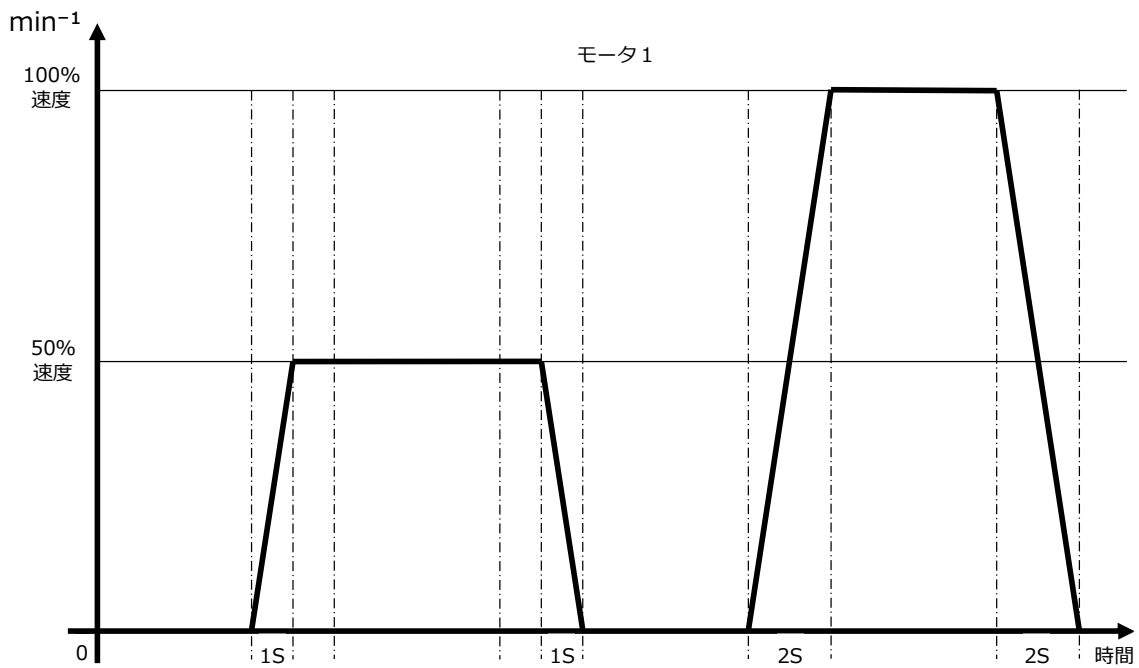

図 2 VSD によるスピード制御
- ・ モータスピードのランプアップ及びランプダウンは VSD で制御し、図 2 に示すように 0%⇒100%または、100%⇒0%まで 2 秒で到達すること。